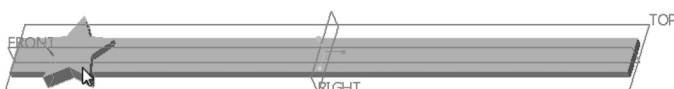

图 5-48 选择要阵列的特征
2) 选择图 5-48 所示的五角星形状实体作为要阵列的特征。